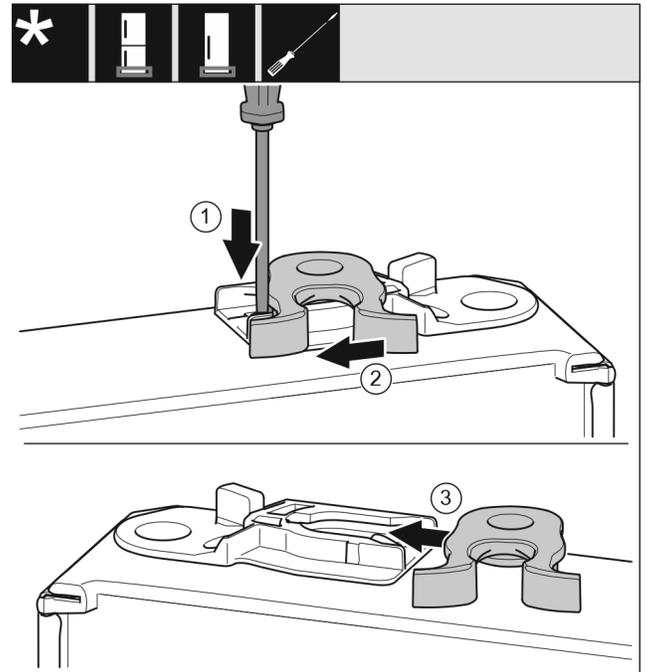

Fig. 18
- La partie inférieure de la porte est orientée vers le haut : Tourner la porte. Fig. 18 (1)
- Pousser vers le bas la languette avec un tournevis plat. Fig. 18 (2)
- Tirer le crochet de fermeture en dehors du guide. Fig. 18 (3)
- Pousser le crochet de fermeture dans le guide de l'autre côté. Fig. 18 (3)